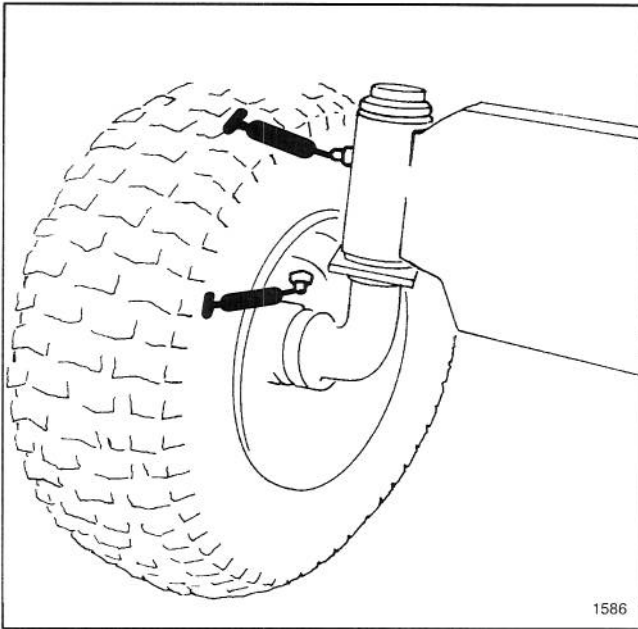

Abbildung 8
1. Die Schmiernippel an den Achsen und Rädern mit einem sauberen Lappen abwischen (Abb. 8). Wenn Lack an der Vorderseite der Nippel vorzufinden ist, diesen abkratzen.
2. Beide Vorderachsen mit Nr. 2 Allzweckfett abschmieren (Abb. 8). Solange Fett einpressen, bis es aus den Achsen hervordringt. Überflüssiges Fett abwischen.
3. Beide Vorderachsen mit Nr. 2 Allzweckschmierfett abschmieren (Abb. 8). Die Fettpresse ca. viermal betätigen. Überflüssiges Fett abwischen.